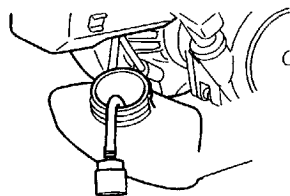

Fig. 33
**Filtre à carburant (Fig. 33)**